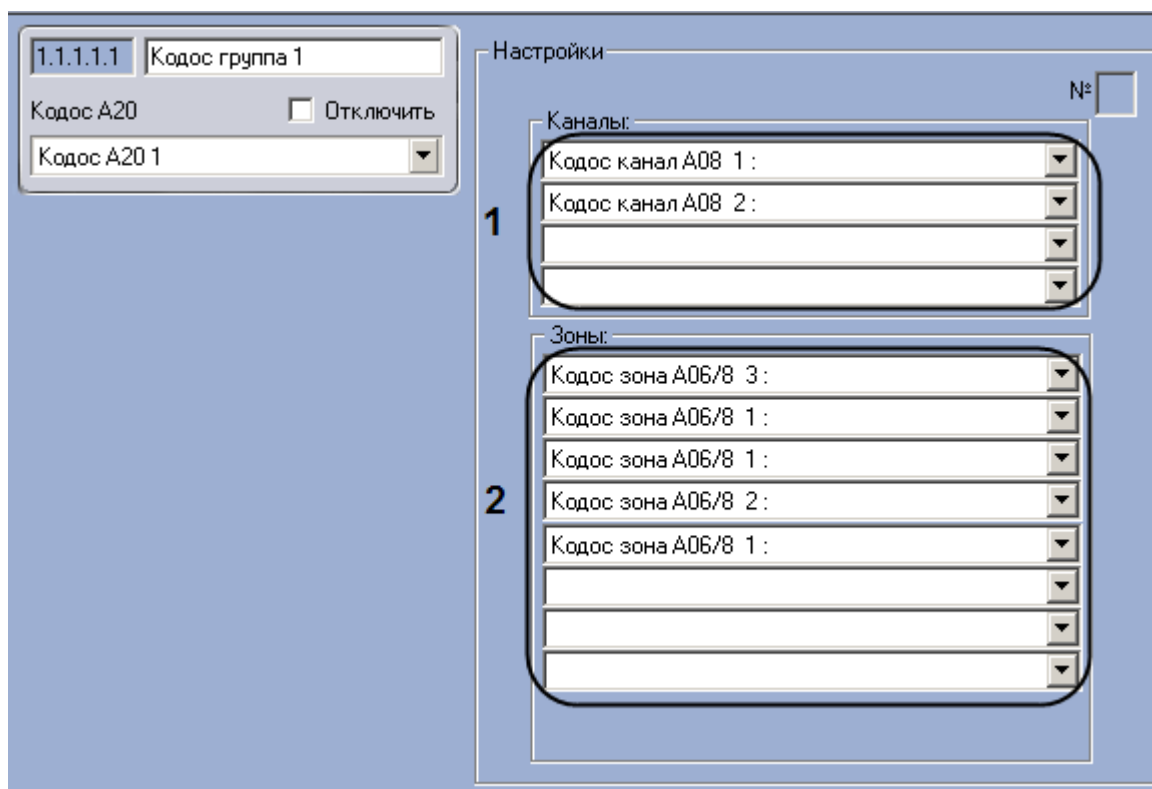

Рис. 3.6—25 Настройка группы
2. Из раскрывающихся списков в группе **Каналы** выбрать объекты **Кодос канал**, которые будут автоматически включены при срабатывании не менее двух датчиков зон, входящих в группу (см. Рис. 3.6—25, 1).
3. Из раскрывающихся списков в группе **Зоны** выбрать объекты **Кодос зона**, входящие в группу (см. Рис. 3.6—25, 2).